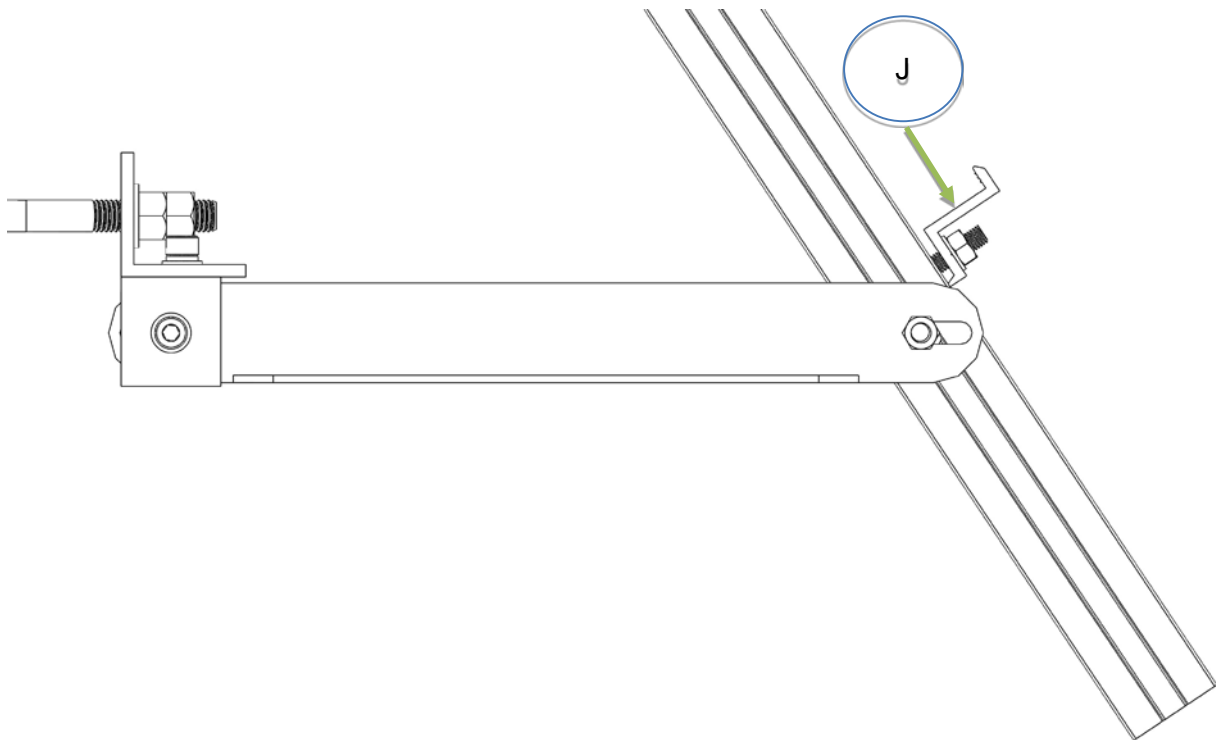

Figura 6
- A. Sujete el panel hasta la base del poste para determinar la posición aproximada que las grapas (J) mantengan el panel.
- C. Deslice un Tornillo en T (F) a través del Soporte Ranurado en T (A) a la ubicación adecuada.
- D. Oriente las grapas, como se encuentran en la **Figura 6**.